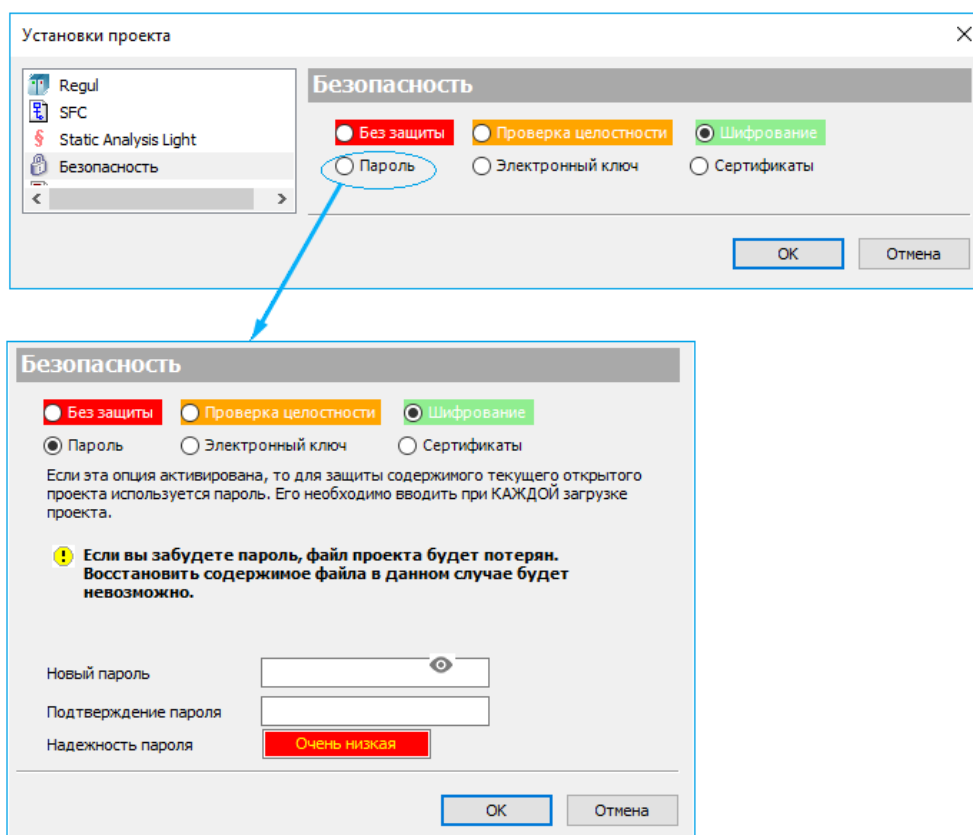

Рисунок 272 – Диалоговые окна активации опций защиты файл проекта (пароль)
3. Для лучшей защиты своих данных выберите одну из функций **Шифрования** и установите точку в необходимой строке: **Пароль** или **Сертификаты** (Рисунок 272).